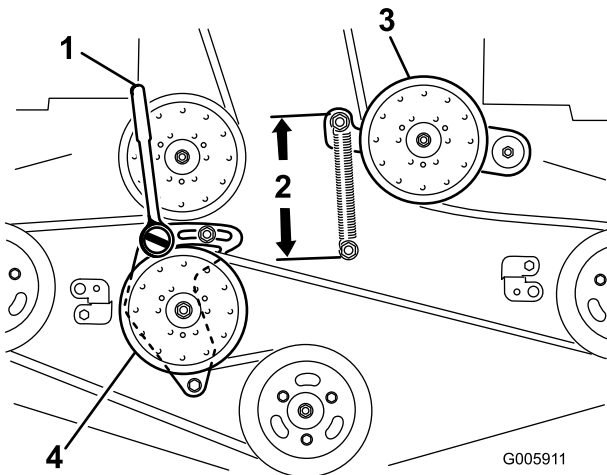

Bild 64
6. Lösen Sie den starren Spannarm und stellen Sie ihn ein, um die Riemenspannung zu lösen (Bild 64).
- Setzen Sie eine Ratsche mit einem kurzen Griff oder ein Stemmeisen in das rechteckige Loch im fixierten Spannarm ein (Bild 64).
- Drehen Sie zum Erhöhen der Riemenspannung die Ratsche oder das Stemmeisen nach links, um den starren Spannarm zu bewegen, bis Sie einen Abstand von 16,5 cm zwischen den Federhaken erhalten (Bild 64).